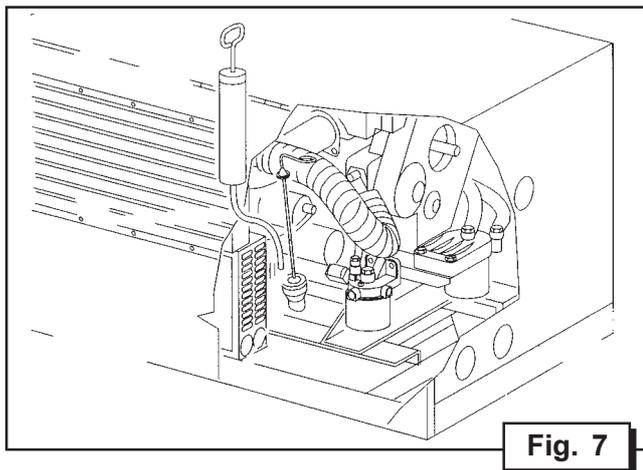

Fig. 7
Per facilitare tale operazione, è possibile estrarre il radiatore dall'interno della cassa facendolo slittare verso l'esterno e introdurre il liquido refrigerante dal bocchettone di riempimento (fig. 7 rif. 4). Per rendere possibile l'estrazione del radiatore è necessario, prima di tutto, rimuovere le viti che lo tengono vincolato (fig. 7 rif. 3), quindi tirarlo con decisione verso l'esterno facendolo slittare sulla guida di sostegno (fig. 7 rif. 5). Terminata l'operazione di riempimento riportare il radiatore alla posizione iniziale riavvitando con cura le viti.
To facilitate this operation, it is possible to remove the radiator from inside the casing by sliding it out. This can be subsequently filled with coolant through the filler (Fig. 7 Ref. 4). To make possible the removal of the radiator, it will first of all be necessary to remove the screws which hold it in place (Fig. 7 Ref. 3) and subsequently slide it outwards on the support guide (Fig. 7 Ref. 5). After filling, replace the radiator and fasten in place with screws.
Afin de faciliter cette opération, il est possible d'extraire le radiateur de l'intérieur du carénage en le faisant glisser vers l'extérieur puis d'introduire le liquide réfrigérant par l'orifice de remplissage (Fig. 7 Réf. 4). Pour que l'extraction du radiateur soit possible, il est avant tout nécessaire d'ôter les vis qui le maintiennent (Fig. 7 Réf. 3) puis de le tirer fermement vers l'extérieur en le faisant glisser sur le guide de soutien (Fig. 7 Réf. 5). Une fois l'opération de remplissage terminée, replacer le radiateur dans sa position initiale et fixer de nouveau les vis avec soin.
Kühler und Kühlkreislauf werden ohne Kühlflüssigkeit geliefert, daher müssen sie nach der Installation vor dem Start des Aggregats ganz gefüllt werden. Um dies zu erleichtern, kann der Kühler aus dem Gehäuse entnommen werden, indem man ihn nach außen gleiten läßt, und die Kühlflüssigkeit kann vom Einfüllstutzen aus (Abb. 7, Pos. 4) eingefüllt werden. Zum Herausnehmen des Kühlers müssen zuerst die Schrauben, die ihn in Position halten, abgeschraubt werden (Abb. 7, Pos. 3), danach wird er kräftig nach außen gezogen, wobei er auf der Führungsschiene gleitet (Abb. 7, Pos. 5). Nach dem Auffüllen bringt man den Kühler in seine Ausgangsposition und befestigt die Schrauben wieder
Para facilitar esta operación es posible extraer el radiador desde el interior de la caja, haciéndolo deslizar hacia el exterior e introduciendo el líquido de enfriamiento a través de la boca de llenado (fig.7 ref.4). Para extraer el radiador ante todo es necesario retirar los respectivos tornillos de fijación (fig.7 ref.3) y luego tirar con decisión hacia el exterior, haciéndolo deslizar sobre la guía de soporte (fig.7 ref.5). Una vez efectuada la operación de llenado, reinstalar el radiador en su posición inicial, colocando y apretando cuidadosamente los tornillos.
Periodicamente risulterà necessario ripristinare il livello del liquido refrigerante contenuto all'interno del vaso di espansione (fig. 7 rif 2). E' possibile portare all'esterno della cassa anche il vaso di espansione per agevolare al massimo le operazioni di controllo e ripristino livello del liquido refrigerante; è sufficiente togliere il tappo e spingere il vaso verso l'alto liberandolo dal sostegno che lo vincola alla cassa. A controlli completati, riposizionare il vaso di espansione nella posizione originale badando, che il tubo che lo collega al radiatore, non rimanga schiacciato in modo tale da compromettere il passaggio del liquido refrigerante.
The level of the coolant inside the expansion tank (Fig. 7 Ref. 2) will have to be topped up periodically. It is possible to extract the expansion tank from the casing to facilitate to the utmost the checking and topping up of the coolant; simply remove the cap and push the tank upwards, freeing it of the support which fastens it to the casing. After checking, fit the expansion tank back in its original position, making sure that the radiator connection hose is not compressed in any way thereby preventing correct coolant flow.
Périodiquement, il est nécessaire de rétablir le niveau du liquide réfrigérant contenu à l'intérieur du vase d'expansion (Fig. 7 Réf. 2). Il est aussi possible d'ôter le vase d'expansion de l'intérieur du carénage afin de faciliter au maximum les opérations de contrôle et le rétablissement du niveau du liquide réfrigérant; il suffit d'ôter le bouchon et de pousser le vase vers le haut en le libérant du soutien qui le relie au le carénage. Une fois les contrôles terminés, repositionner le vase d'expansion dans sa position originale en vérifiant que le tuyau qui le relie au radiateur ne soit pas écrasé, ce qui risquerait de compromette le passage du liquide réfrigérant.
Von Zeit zu Zeit wird es erforderlich sein, den ursprünglichen Pegel der Kühlflüssigkeit im Überlaufgefäß wiederherzustellen (Abb. 7, Pos. 2). Auch das Überlaufgefäß kann aus dem Gehäuse herausgenommen werden, um das Überprüfen und Auffüllen der Kühlflüssigkeit möglichst zu erleichtern. Dazu reicht es aus, den Deckel abzunehmen und das Gefäß nach oben aus seiner Befestigung zu drücken. Nach erfolgter Kontrolle bringt man das Gefäß in seine ursprüngliche Stellung zurück, wobei zu beachten ist, daß der Verbindungsschlauch zum Kühler nicht abgedrückt wird, was den Durchfluß der Kühlflüssigkeit behindern könnte.*
Periódicamente será necesario restablecer el nivel del líquido de enfriamiento que se encuentra en el interior de la cubeta de expansión (fig.7 ref.2). Es también posible extraer de la caja la cubeta de expansión a fin de facilitar al máximo las operaciones de control y de restablecimiento del nivel del líquido de enfriamiento; para ello será suficiente retirar el tapón y empujar la cubeta hacia arriba, liberándola del soporte que la mantiene fija a la caja. Una vez efectuados los controles, reinstalar la cubeta de expansión en su posición original, cuidando que el tubo que la conecta al radiador no quede aplastado en modo tal que quede obstaculizado el paso del líquido de enfriamiento.